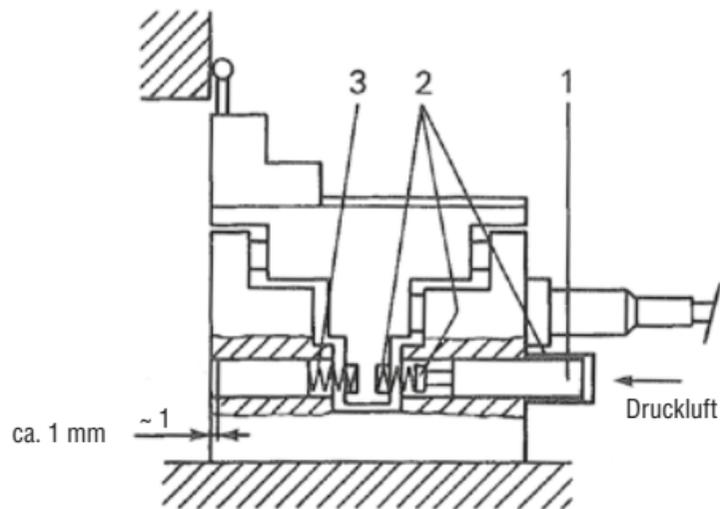

Abb. 4.
Abheben gemäß Anordnung der Abbildung 4.
Anordnung nach Abbildung 4
1. Rückzugsystem nach Abbildung 4 montieren.